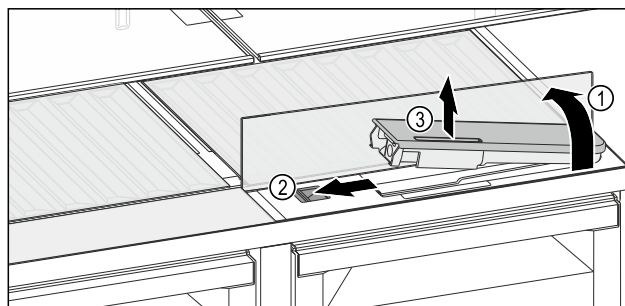

Fig. 134
- ▶ Skleněnou desku nadzvedněte a zaklapněte dozadu až na doraz Fig. 134 (1).
- ▶ Posuvník Fig. 134 (2) posuňte doleva.
- ▶ Vyměňte nádržku na vodu Fig. 134 (3).